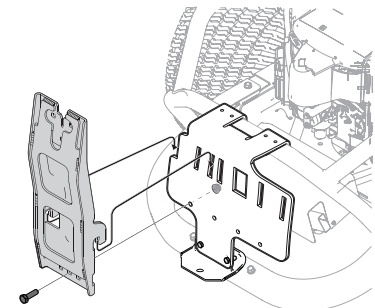

Figure 7
2. Installez le support de fixation vertical sur la plaque de fixation du tracteur en l'accrochant sur l'ensemble de fixation comme montré à la Figure 7.
3. Fixez le support de fixation droit à l'ensemble de montage à l'aide d'un boulon à tête hexagonale (710-0376) et d'un contre-écrou d'épaulement (712-04063) provenant de la trousse de matériel 689-01419. Reportez-vous à la Figure 7.